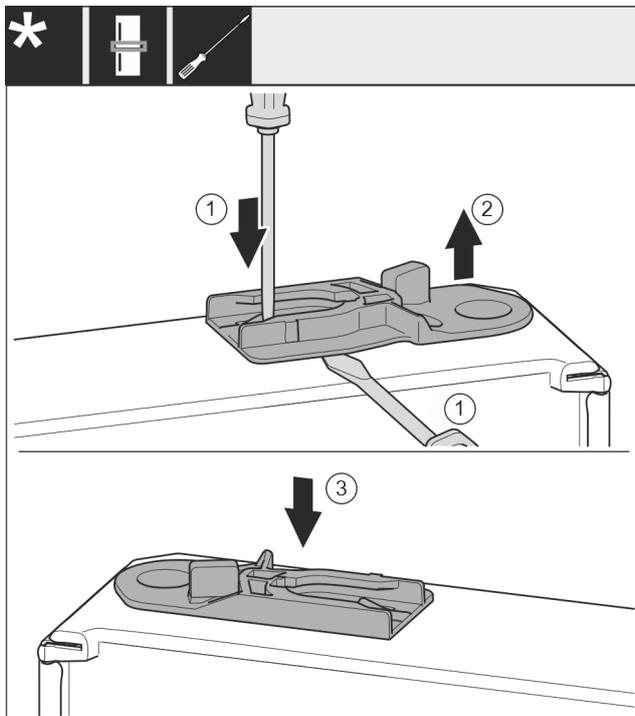

Fig. 29\*
- ▶ Scoateți bucșa de ghidare: Apăsați eclisa cu șurubelnița plată și deplasați concomitent cu șurubelnița plată sub bucșa de ghidare.\* Fig. 29 (1, 2)
- ▶ Împingeți bucșa de ghidaj atașată în pachetul de livrare pe altă parte a carcsei.\* Fig. 29 (3)